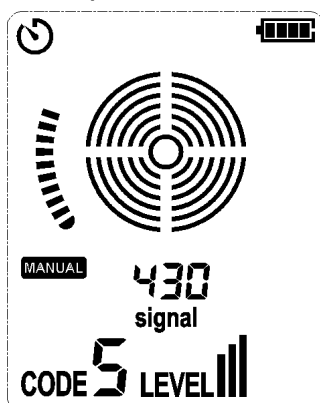

Figura 7.1.4b Señal detectada
- Utilice el sensor para escanear el objetivo e identificar el nivel máximo de señal. Durante el seguimiento del cableado, ajuste la sensibilidad regularmente para que la intensidad de la señal se mantenga en un cierto rango (por ejemplo, 300 ~ 600), como se muestra en la Figura 7.1.4b. La sensibilidad se puede aumentar o disminuir presionando el botón ARRIBA o ABAJO. Si la intensidad de la señal es demasiado alta, ajuste el nivel de transmisión a II o I (para el ajuste específico, consulte "6.1 Ajuste de UT25CL-T")